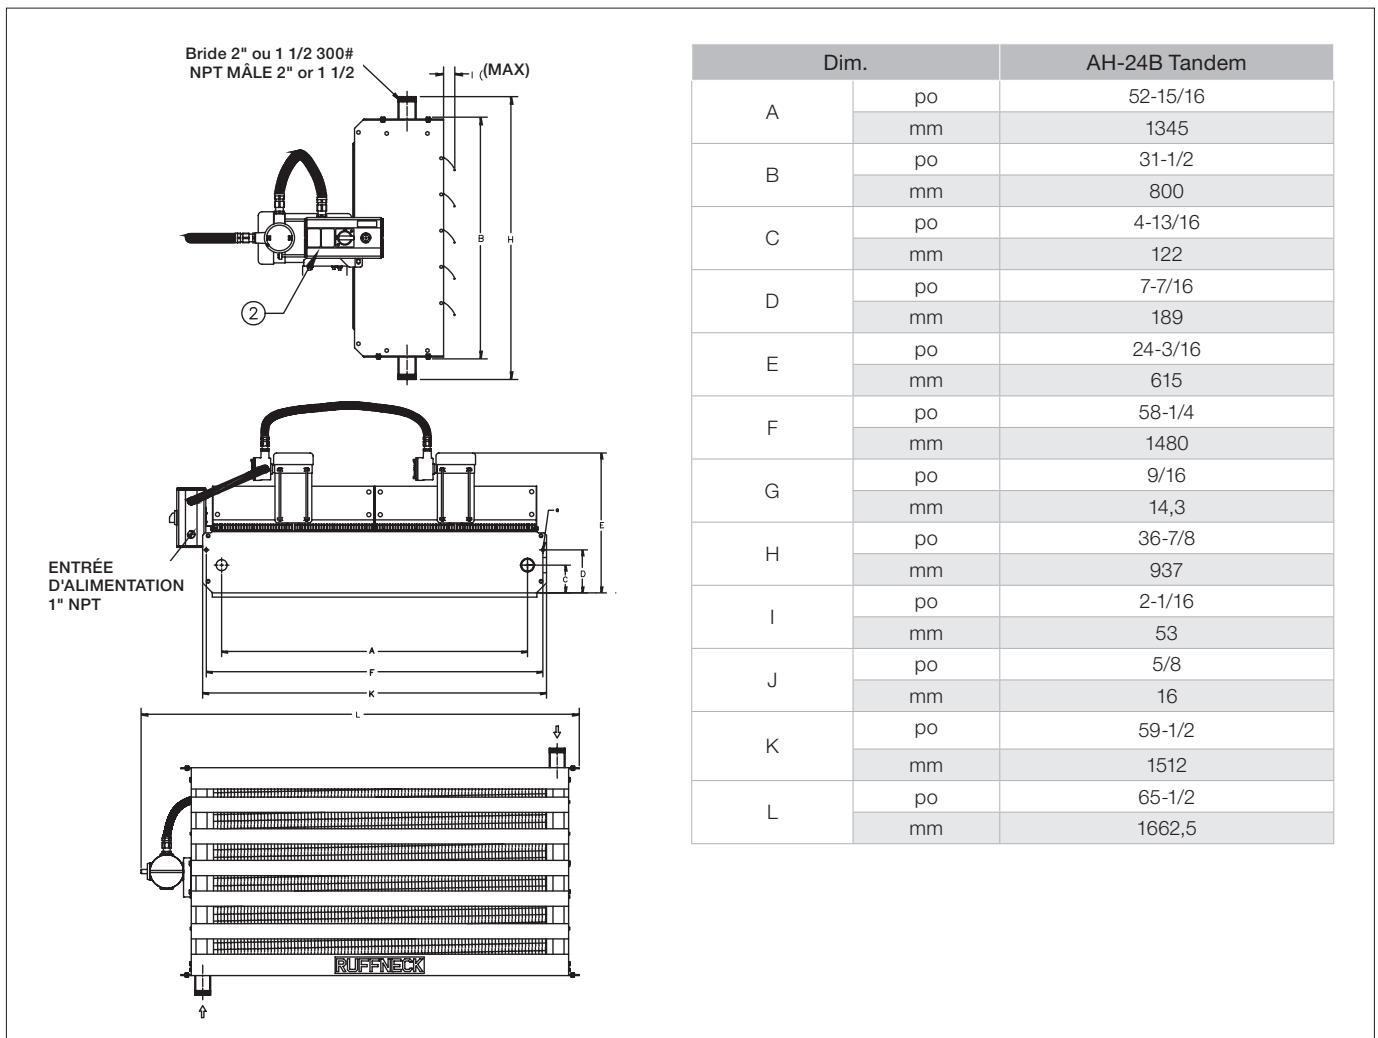

Figure 3
- 2.2 Les armoires des systèmes de chauffage sont conçues pour être montées depuis le dessus ou le dessous, à l'aide de boulons de 1/2" (14 mm). Pour les dimensions du système de chauffage, consultez la section Figure 2, page 23 ou Figure 3, page 24 pour un ventilateur simple ou pour un tandem de ventilateurs 24".